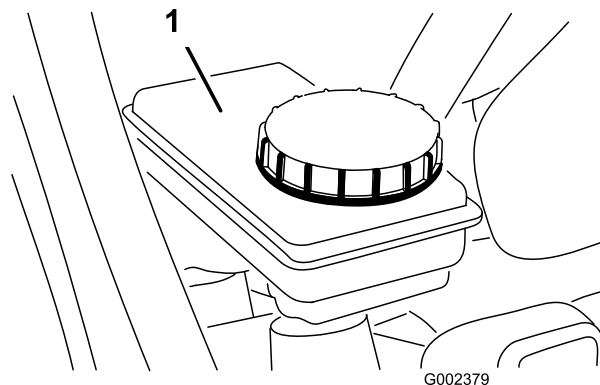

Figure 58
5. Le niveau de liquide doit atteindre le repère maximum sur le réservoir (Figure 58).
6. Si le niveau de liquide est trop bas, nettoyez la surface autour du bouchon du réservoir, enlevez le bouchon et versez du liquide de frein spécifié dans le réservoir jusqu'au niveau correct (Figure 58).